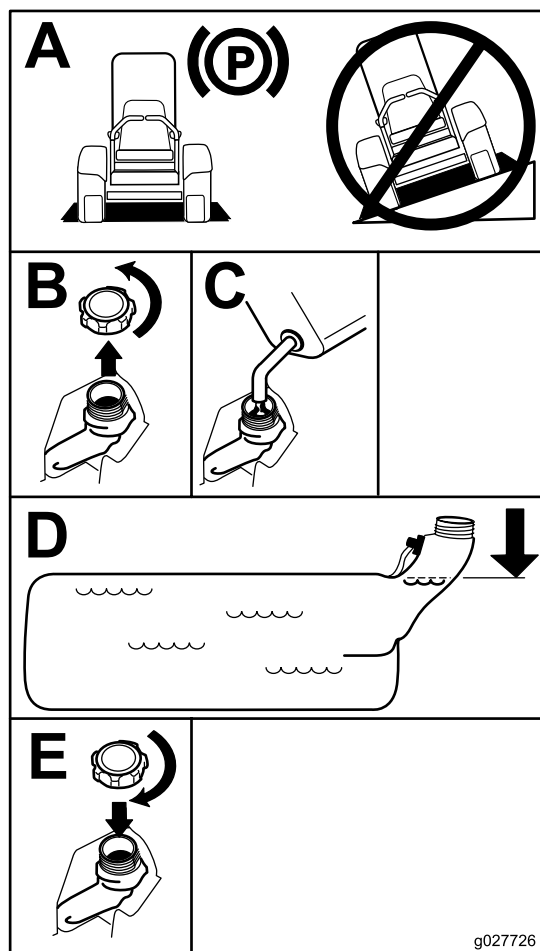

図 7
5. 燃料タンクの首の根元まで燃料を入れる **図 7**。